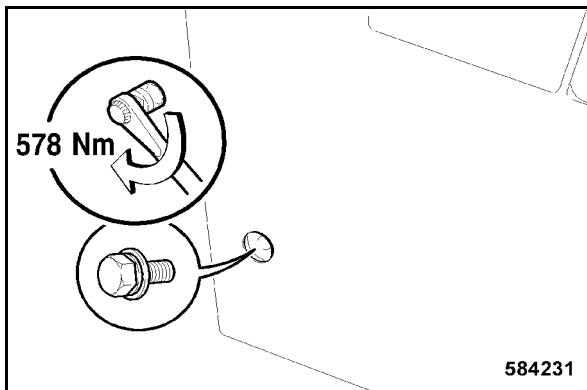

fig. 212
- Serrer la vis de fixation arrière latérale droite à un couple de 578 Nm (fig. 212).